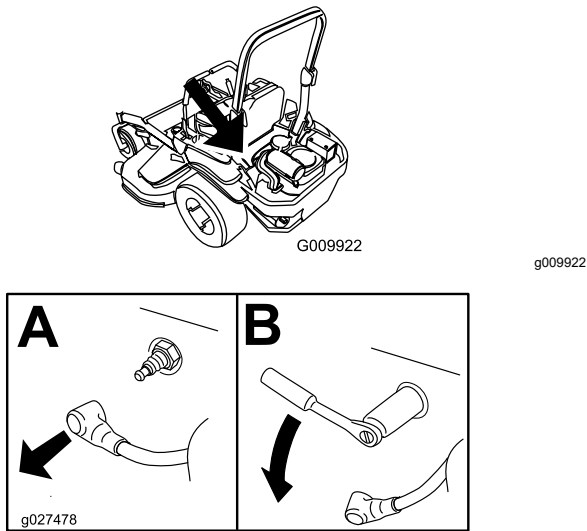

Figura 62
4. Localice y retire la(s) bujía(s), tal y como se muestra en la Figura 62.